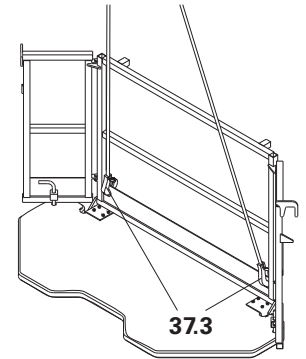

Fig. B2.18
2. Posicionar a plataforma de canto exterior com grua (37.3). (Fig. B2.18)